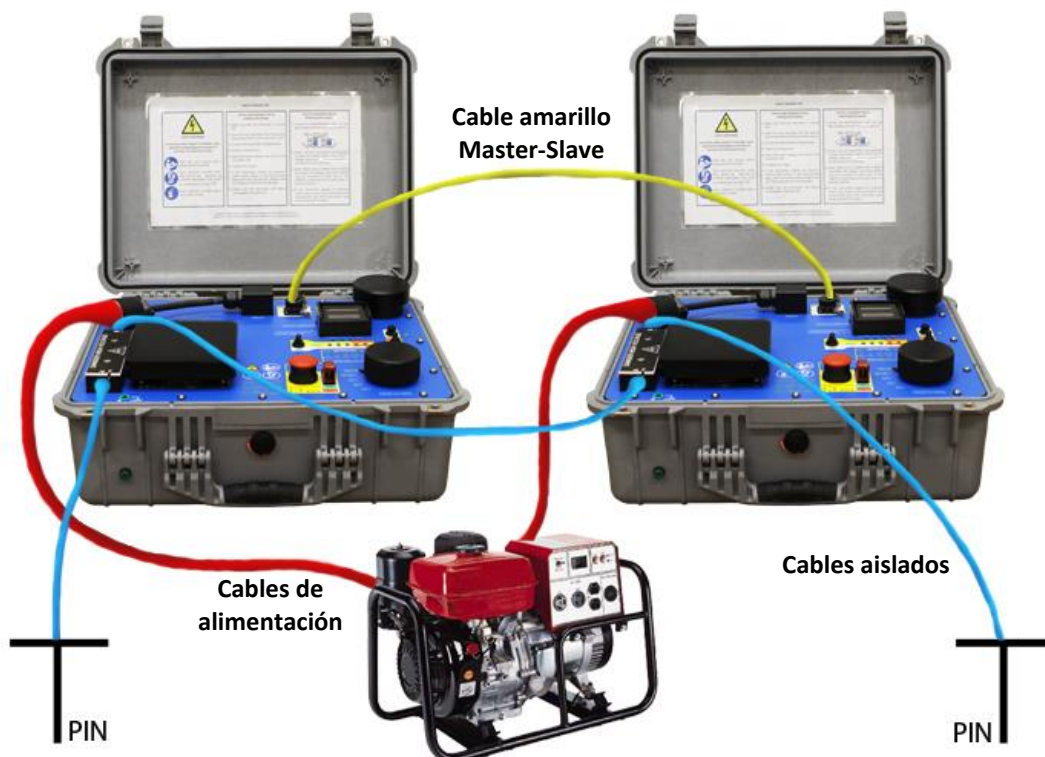

Figura 2. Diagrama de la configuración Master/Slave
1. Conecte el cable de sincronización amarillo al interfaz Master/Slave de cada transmisor. Este cable posee dos extremidades diferentes: una *MASTER* y la otra *SLAVE*. El transmisor se pone *SLAVE* o *MASTER* según la extremidad conectada al aparato. Dos indicadores luminosos (*MASTER* y *SLAVE*) sobre el panel indicador de estados permiten conocer el papel que toca cada transmisor. (Figura 2: línea amarilla)
2. Conecte un hilo eléctrico aislado entre la extremidad (A) de un transmisor y la extremidad (B) del otro transmisor. (Figura 2, línea azul)
3. Conectar ambos cables de potencia desde los transmisores hacia el generador. (Figura 2, líneas rojas)
4. Clavar en tierra los electrodos y conectarlos a las extremidades de transmisión (A) y (B) utilizando hilos aislados.